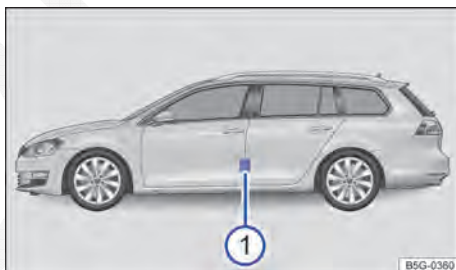

Fig. 190 Na coluna do condutor: etiqueta com as pressões dos pneus ① (alternativa ao lado interno da portinhola do tanque).
- ③** Pressão dos pneus no carregamento total.
- ④** Pressão dos pneus para a roda sobressalente ou para a roda de emergência.
A etiqueta com as pressões dos pneus fornece a pressão dos pneus correta para os pneus montados de fábrica. As indicações valem para os pneus de verão, do ano todo e de inverno. A etiqueta com as pressões dos pneus está na coluna da porta do condutor ⇒ **Fig. 190** ① ou na parte interna da portinhola do tanque.